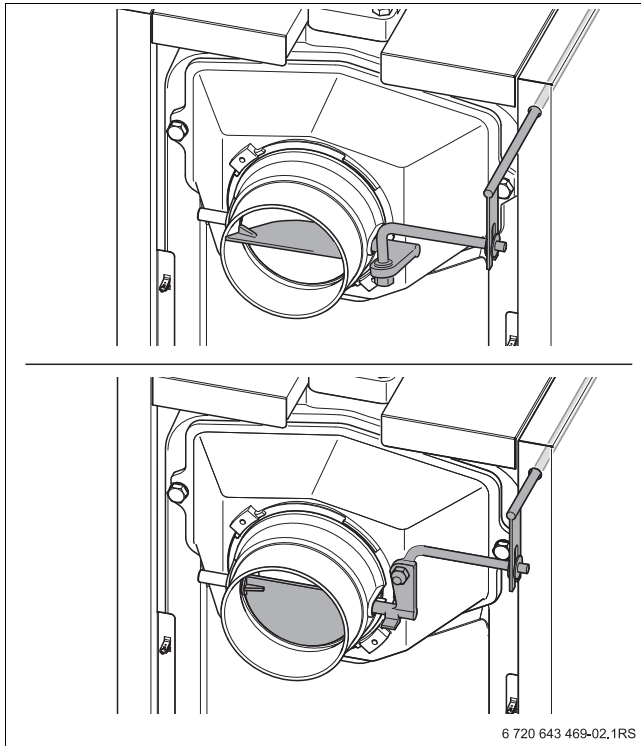

Fig. 31 Válvula de escape (arriba abierta; abajo cerrada)
- ▶ Para evitar pérdidas de calor en la chimenea, cerrar en lo posible la válvula de escape dependiendo del tiro de la chimenea (→ fig. 31, abajo).
- ▶ Si los gases de escape no salen correctamente (tiro de la chimenea insuficiente), abrir de nuevo un poco la válvula de escape (→ fig. 31, arriba).
- ▶ Para disminuir la formación de humo en el área de instalación durante la recarga, abrir la válvula de escape (→ fig. 31, arriba).
- ▶ Cerrar la puerta de recarga [1] y la válvula de escape (→ fig. 31, abajo).